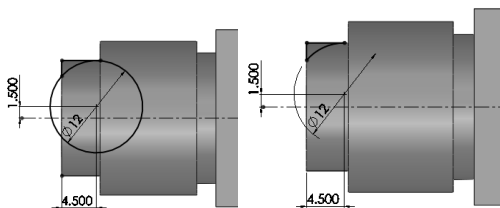

图 7-65 标注尺寸“ $\phi 12$ ”
6) 标注尺寸“ $\phi 12$ ”。单击“草图”控制面板中的 (智能尺寸) 按钮，或选择菜单栏中的“工具”→“标注尺寸”→“智能尺寸”命令，标注圆的直径为 12，如图 7-65 所示。